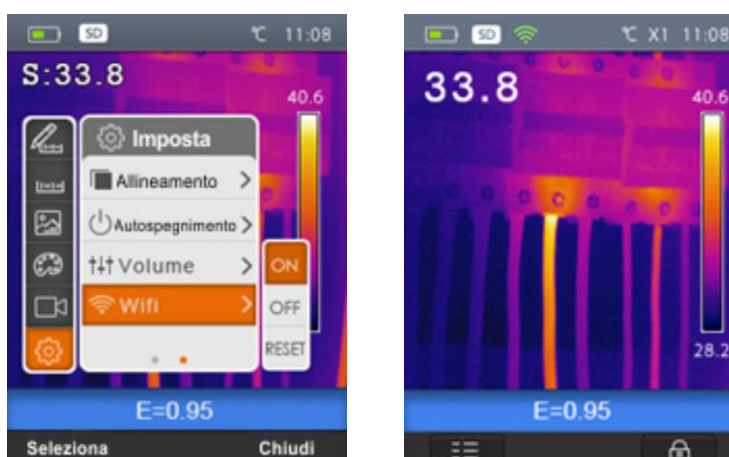

Fig. 16: Impostazione connessione WiFi
1. Selezionare la voce "WiFi" con i tasti \oplus o \ominus e premere il tasto . La videata di Fig. 16 – parte sinistra è mostrata a display
2. Usare i tasti  o  per la selezione delle opzioni "ON" (attivazione - simbolo ) appare a display come mostrato in Fig. 16 – parte destra) e "OFF" (disattivazione)